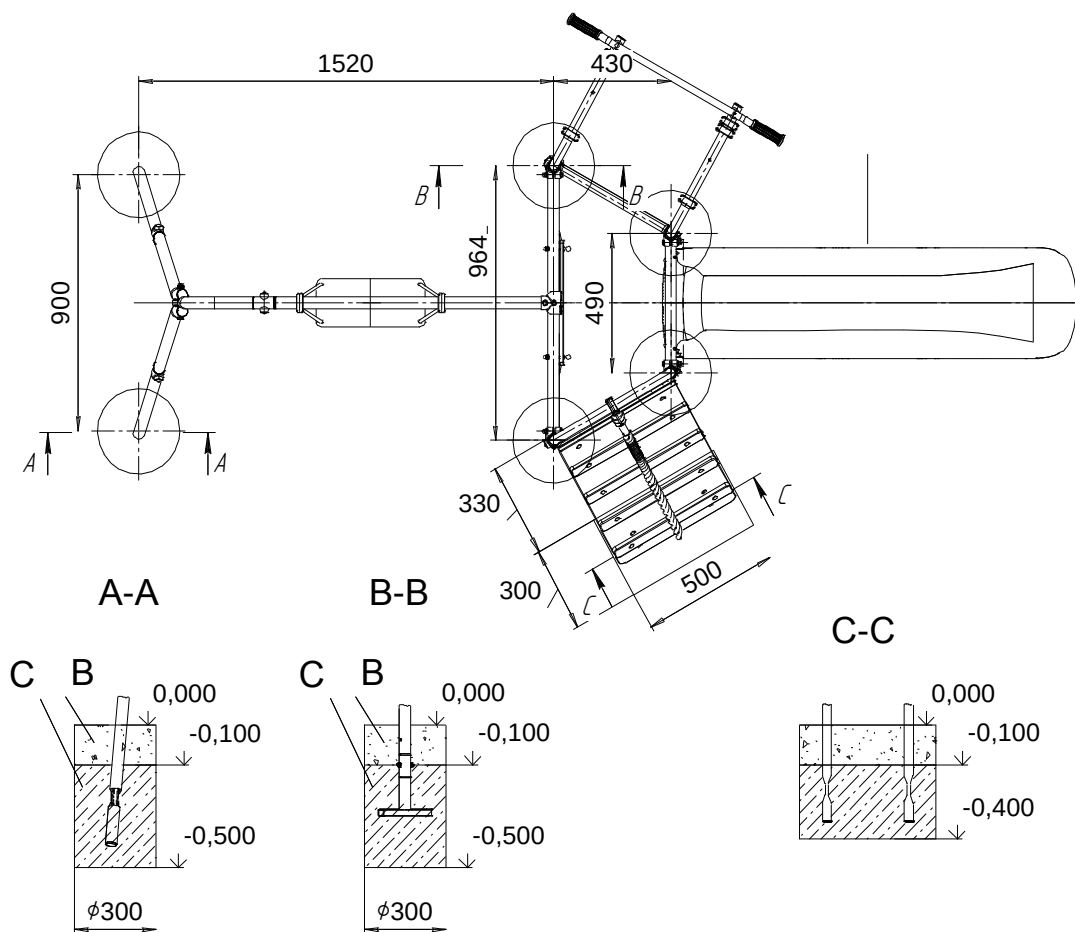

Рис.9
10.3.9 Установить КОМПЛЕКС в подготовленные ямы. Проверить вертикальность установки лестниц, используя отвес. Забетонировать (бетон В15;  $V=0,23 \text{ м}^3$ ) согласно схеме (Рис. 9); С – бетон, В – песок. Выставить КОМПЛЕКС по высоте площадки (табл. 1.)